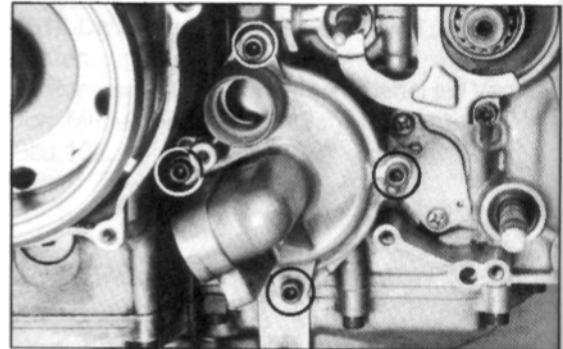

Bild 167 ►
- Gehäuseschrauben ausdrehen und Gehäusedeckel abnehmen, siehe Bild 167.